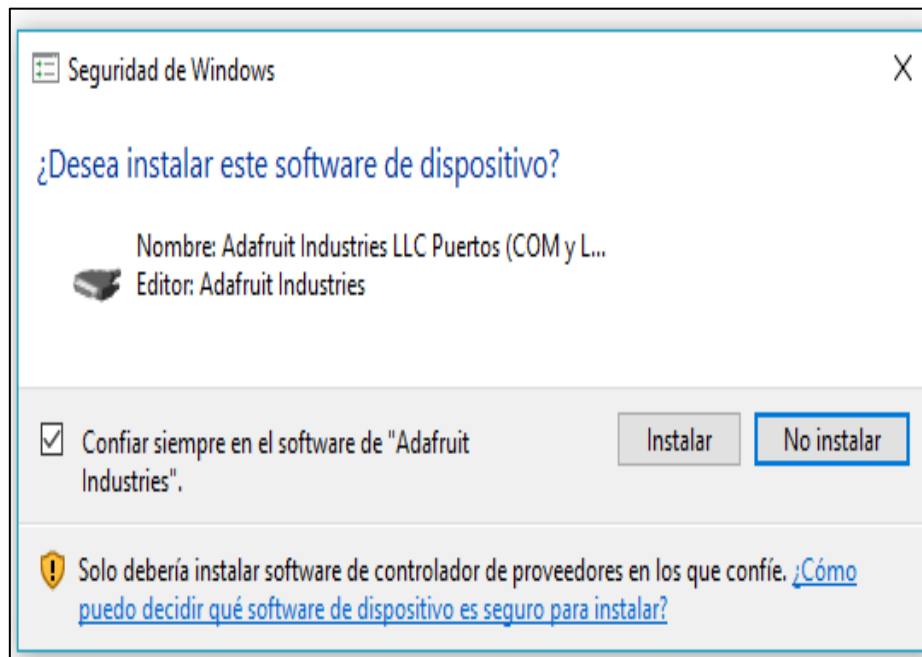

Figura 10. Instalación de controladores
- Tal como se muestra en la figura 10. En transcurso de que cargue se nos desplegara una ventana que no pide permiso para instalar los controladores y le damos en instalar.